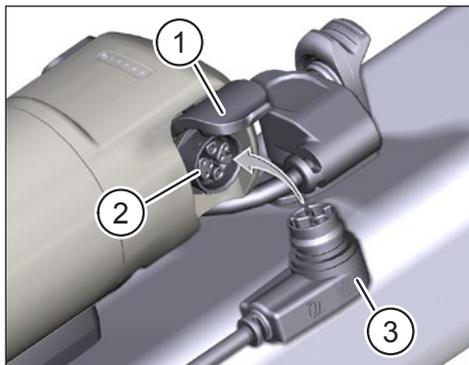

図3: Range Extenderを充電する
- ▶ Range Extenderの充電ポート部にあるカバー(図3の項番1)を開けます。
- ▶ 充電ポート(図3の項番2)の接点に汚れがないことを確認し、汚れがあれば落としてください。
- ▶ Chargerの充電プラグ(図3の項番3)をRange Extenderの充電ポートに差し込みます。